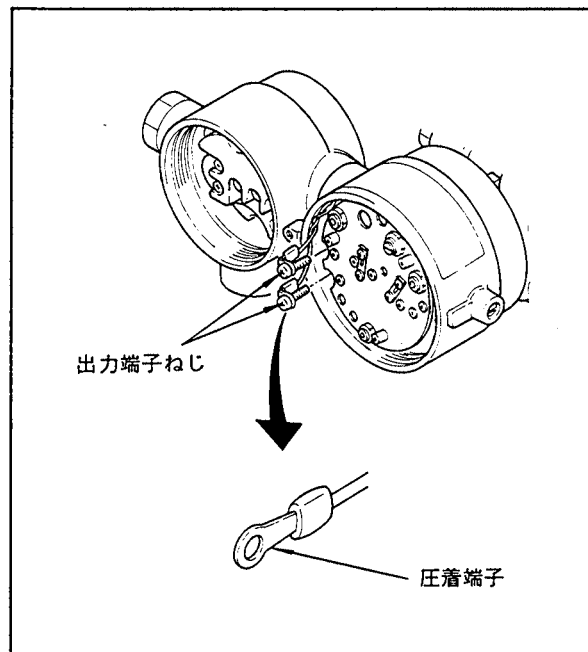

図6.9 リード線の取りはずし
- (1) 電源を切ります。
- (2) カバーを取りはずします。
- (3) プラスドライバで出力端子ねじをゆるめ、リード線ははずします。（図6.9参照）